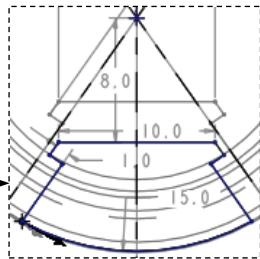

图 25.27 截面草图（二）
(3) 绘制截面第二个截面草图。单击“混合”操控板中的 **截面** 选项卡，在偏移自区域的文本框中输入-58，然后单击 **草绘...** 按钮，进入草绘环境后，绘制图 25.27 所示的截面草图（二），完成此截面的绘制后，单击“草绘”操控板中的“确定”按钮 。